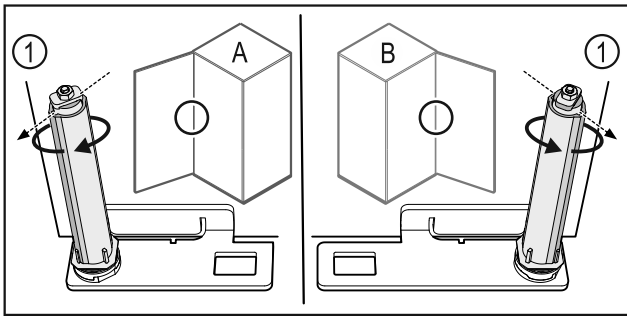

Fig. 60 Левое навешивание (A) / правое навешивание (B)
- ▶ Поворачивайте систему закрытия, преодолевая сопротивление до тех пор, пока ее ребро Fig. 60 (1) не будет направлено наружу.